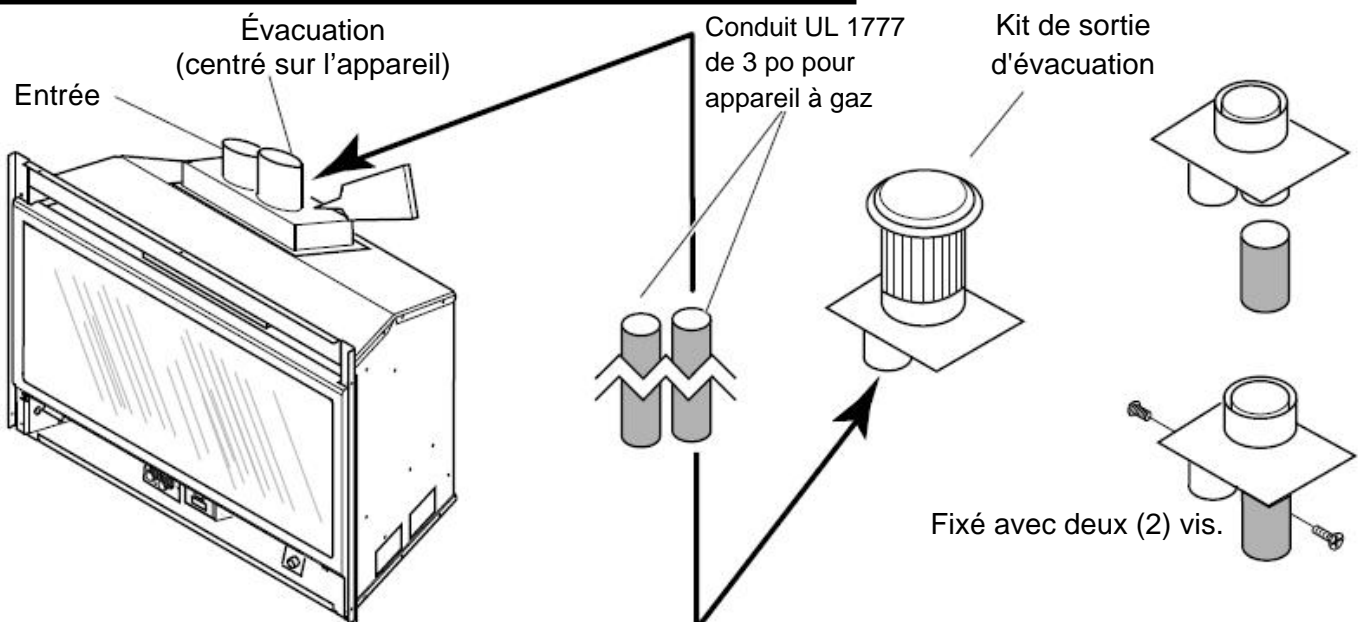

Figure 6 – Raccordement du tuyau d'évacuation à l'appareil
- S'assurer que le conduit d'échappement du chauffage est relié à la sortie d'évacuation du capuchon. Fixez les chemises souples. Voir *Figure 6*.